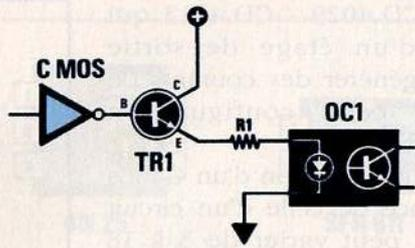

Fig.7 Schéma de liaison pour circuit intégré C/Mos.
- Relier directement la base du transistor sur la sortie du C/Mos et piloter le phototransistor avec l'émetteur, en calculant la valeur de la résistance R_1 en fonction de la tension d'alimentation appliquée sur le collecteur du transistor (voir fig.7)